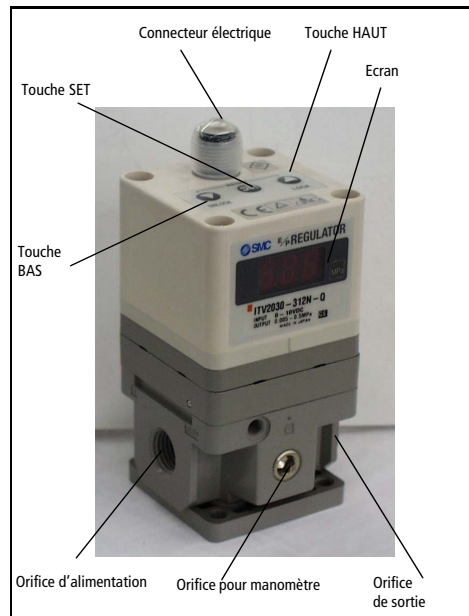

Fig 1
Pressez les touches Bas et Haut (Fig 1) ensemble durant plus de 3 secondes.
- Pour régler la pression mini (L'écran affiche F-1), utilisez les touches Haut/Bas (Fig 1). Pressez la touche SET (Fig 1) pour valider le réglage.
- Pour régler la pression maxi (L'écran affiche F-2 Fig 1), utilisez les touches Haut/Bas (Fig 1). Pressez la touche SET (Fig 1) pour valider le réglage.
- Pour régler la sortie 1 (L'écran affiche P 1), utilisez les touches Haut/Bas (Fig 1). Pressez la touche SET (Fig 1) pour valider le réglage.
- Pour régler la sortie 2 (L'écran affiche P-2), utilisez les touches Haut/Bas (Fig 1). Pressez la touche SET (Fig 1) pour valider le réglage.
Les touches sont bloquées après avoir connecté la source de courant, et ne peuvent pas être utilisées. L'écran affiche 'Loc' (Fig 1) en pressant les touches.
- 1) Pressez 'Bas' (Fig 1) durant plus de 2 secondes.
- 3) Pressez la touche 'set' (Fig 1) pour débloquent les touches.
Note: Pour annuler, pressez la touche 'Haut' (Fig 1).
- 1) Pressez 'Haut' (Fig 1) durant plus de 2 secondes.
- 3) Pressez la touche 'Set' (Fig 1) pour bloquer les touches.
Note: Pour annuler, pressez la touche 'Bas' (Fig 1).
Si une anomalie est détectée par l'ITV2000, l'écran (Fig 1) affiche 'Er' + un numéro de code. Isolez l'alimentation, résolvez le problème et remettez sous tension.